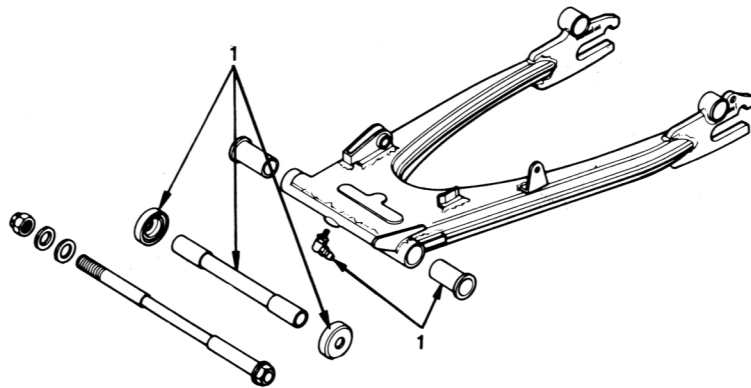

Bild 184
- Die Buchsen mit einem weichen Hammer eintreiben, und darauf achten, dass sie nicht beschädigt werden. Nach dem Einsetzen mit Fett schmieren (Bild 184).